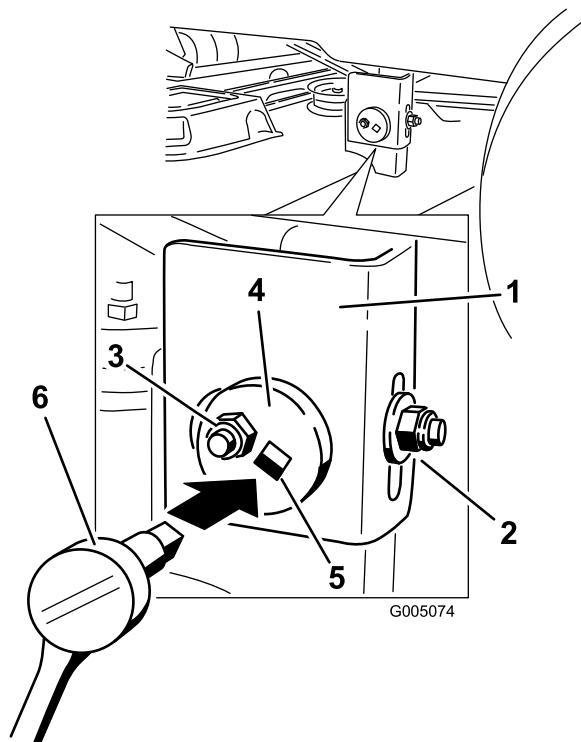

Figure 52
6. Passez au côté gauche de la machine. Desserrez sans le retirer, l'écrou de blocage arrière sur le support (Figure 52).
7. Desserrez l'écrou de blocage latéral sur le support jusqu'à ce qu'il soit possible d'ajuster la plaque excentrique (Figure 52). Utilisez une clé à douille munie d'une rallonge de 3/8 pouces pour manipuler la plaque excentrique. Utilisez la clé pour repositionner le plateau de coupe à la hauteur voulue.
8. Arrêtez le plateau de coupe et vérifiez sa hauteur, puis serrez l'écrou de blocage latéral sur le support pour fixer cette nouvelle position (Figure 52). Serrez l'écrou de blocage arrière sur le support.